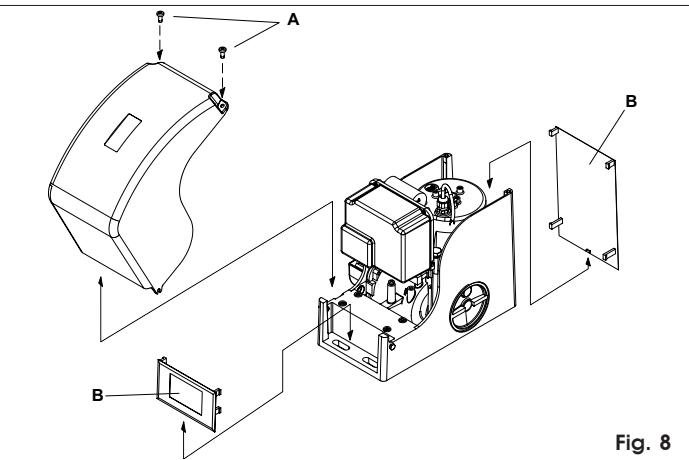

Fig. 8
- 1) Quite la tapa motor destornillando completamente los 2 tornillos de fijación superiores (Fig.8 ref.A), gire la tapa unos 30° y extrágala verticalmente. Saque las 2 protecciones laterales (Fig.8 ref.B).